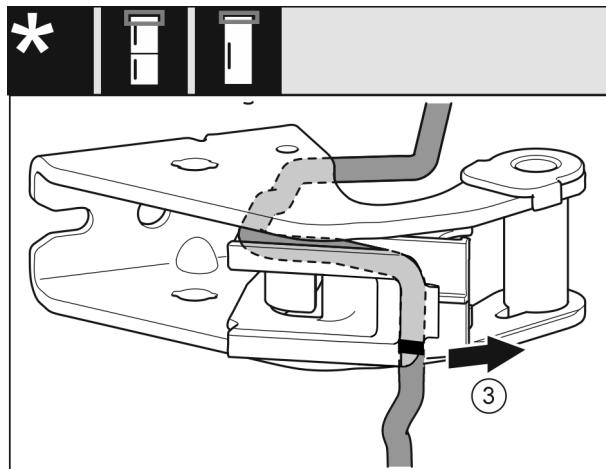

Fig. 27
- Demontējiet kabeli ar kabeļa stiprinājumu no gultņa balsta. Fig. 27 (3)